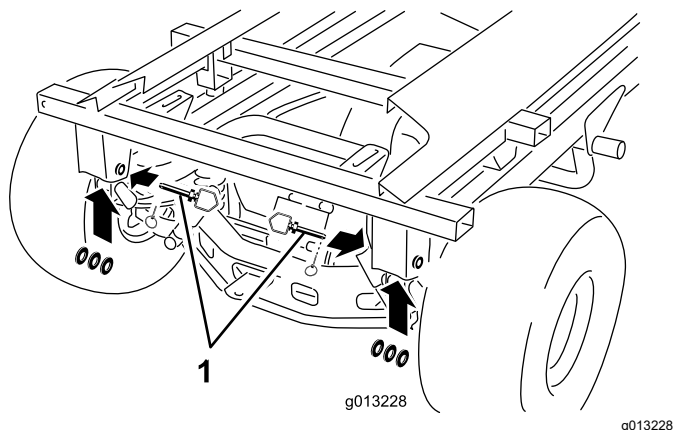

Figura 53
10. Rimuovete gli acciarini posteriori, i perni di traino e le rondelle (Figura 53).